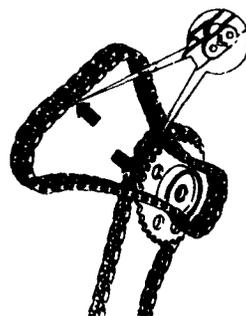

图 1-5 对于 VR6 发动机,拆卸前
7) 拆卸前,标记上凸轮轴驱动链运行方向(见图 1-5),拆下张紧装置垫块和双列链条。